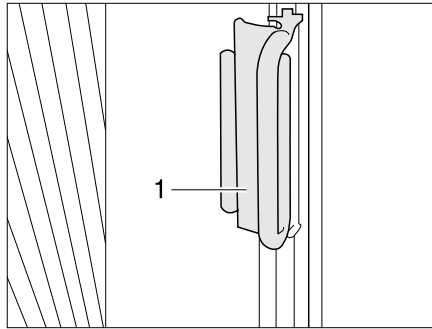

Bild 28 Verriegelung Faltdunkelung
- Die Faltdunkelungen für das Fahrerfenster und das Beifahrerfenster mit dem Griff (Bild 28,1) auf den Aufsatz schieben. Die Faltdunkelung ist gesichert.